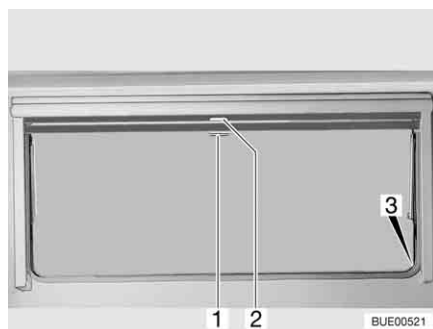

Fig. 40 Finestra apribile
- Tirare verso il basso l'oscurante a rullo accompagnandolo con la maniglia (Fig. 40,2). Quando si chiude completamente l'oscurante a rullo esso va agganciato da entrambi i lati al telaio della finestra nell'apposito elemento di fissaggio (Fig. 40,3).
- Quando l'oscurante a rullo è completamente chiuso: Spingere la maniglia (Fig. 40,2) verso il basso tirandola leggermente verso l'interno. Sganciare l'oscurante a rullo dagli elementi di fissaggio a destra e a sinistra del telaio della finestra.
- Quando l'oscurante a rullo si trova in posizione intermedia: Tirare la maniglia (Fig. 40,2) leggermente verso il basso finché l'elemento di fissaggio non si è sganciato.
Chiusura: ■ Tirare la maniglia (Fig. 40,1) della zanzariera a rullo verso il basso e agganciarla all'elemento di fissaggio (Fig. 40,3) su entrambi i lati del telaio della finestra.
Apertura: ■ Spingere la maniglia (Fig. 40,1) verso il basso tirandola leggermente verso l'interno. Sganciare la zanzariera a rullo dagli elementi di fissaggio a destra e a sinistra del telaio della finestra.